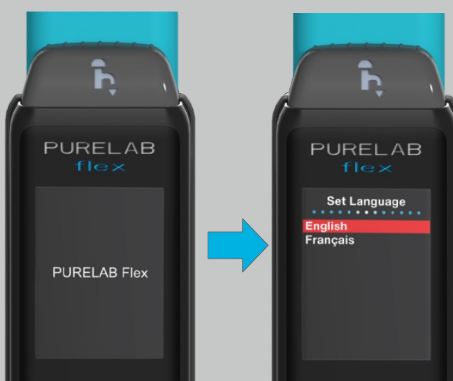

Fig. 4
- Ligue a fonte de alimentação, o visor apresentará o ecrã "Set Language" (Definir idioma) (fig. 4)